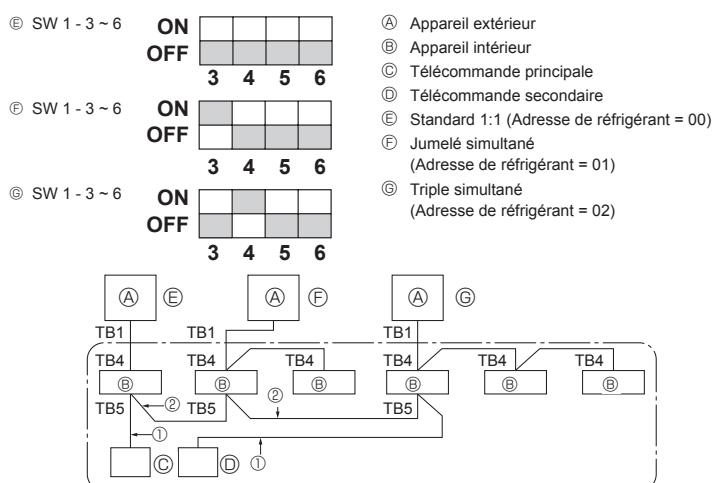

Fig. 9-1
① Mettre sous tension (coupe-circuit).
② Une fois la vanne d'arrêt de liquide fermée, activer le commutateur SWP sur la carte de commande de l'appareil extérieur. Le compresseur (appareil extérieur) et les ventilateurs (appareils intérieur et extérieur) s'enclenchent et la récupération du réfrigérant commence. Les témoins DEL 1 et 2 de la carte de commande de l'appareil extérieur s'allument.
9. Contrôle du système (Fig. 9-1)